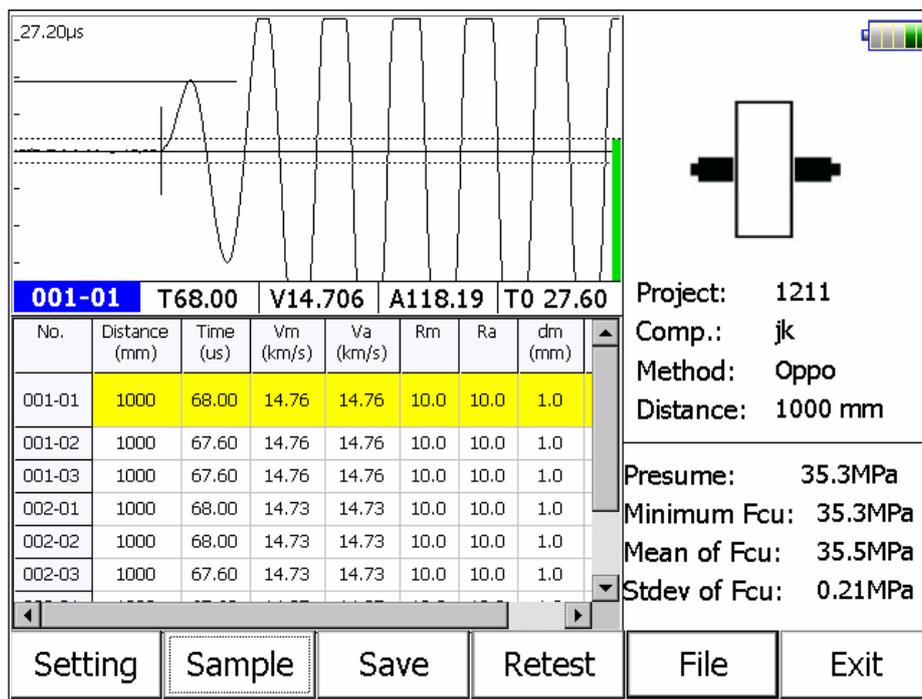

Figura 5.1 Interfaccia principale del test di resistenza
Premere **Detecting strength of Concrete** per eseguire il software del metodo combinato (rimbalzo e ultrasuoni) e testare la resistenza, come mostrato nella Figura 5.1.
- 1) Area dei pulsanti funzione: è composta da diverse funzioni come **File**, **Setting** e **Sample**, ecc. come mostrato in Figura 5.1; ciascun pulsante può implementare una funzione comune ma quando il colore del pulsante è grigio, significa che questa funzione non è disponibile in quelle condizioni.